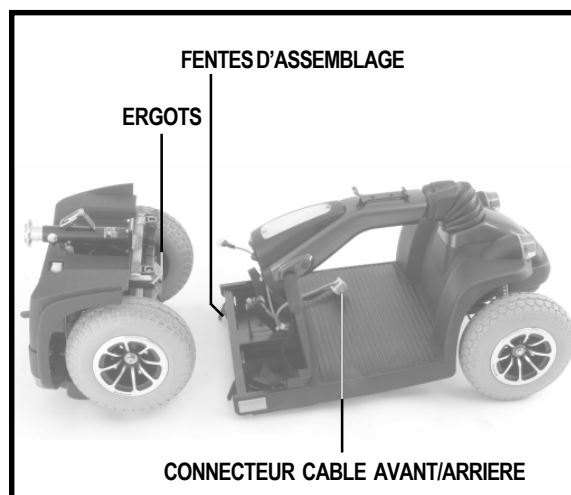

Figure 18. Sections du cadre
1. Positionnez les sections avant et arrière tel que montré dans la figure 18.